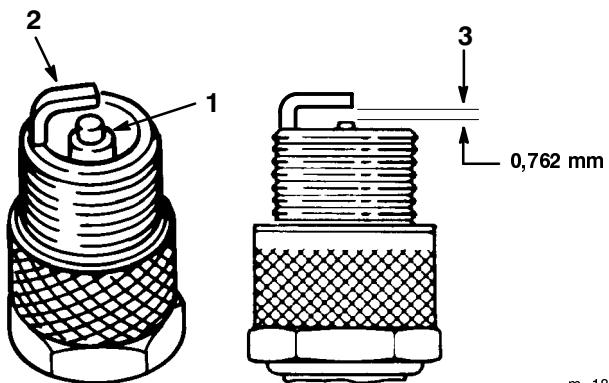

Figure 28
1. Inspectez le centre de la bougie (Fig. 28). Si le bec de l'isolateur est recouvert d'un léger dépôt gris ou brun, le moteur fonctionne correctement. S'il est couvert d'un dépôt noir, c'est généralement signe que le filtre à air est encrassé.
2. Contrôlez l'écartement entre l'électrode centrale et l'électrode latérale (Fig. 28). Courbez l'électrode latérale (Fig. 28) si l'écartement est incorrect.